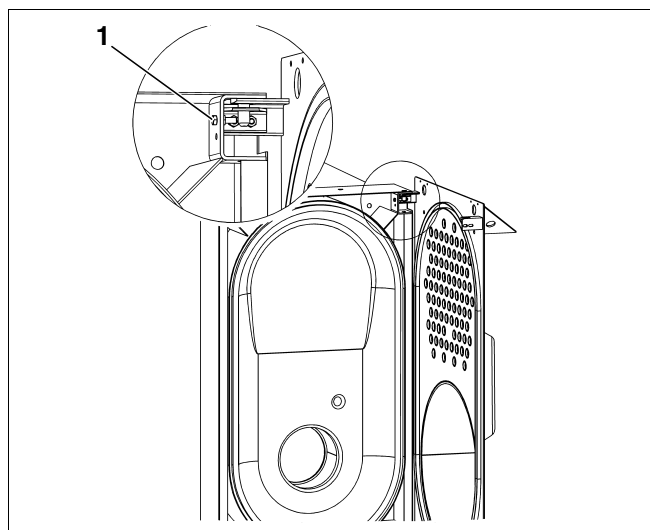

Fig. 6 Siguranță
- Demontați șurubul de siguranță (Fig. 6, Poz. 1) de la balamaua dreaptă a ușii.
- După deschiderea ușii, montați șurubul de siguranță pe gaura superioară a balamalei stângi de la ușă (Fig. 6).